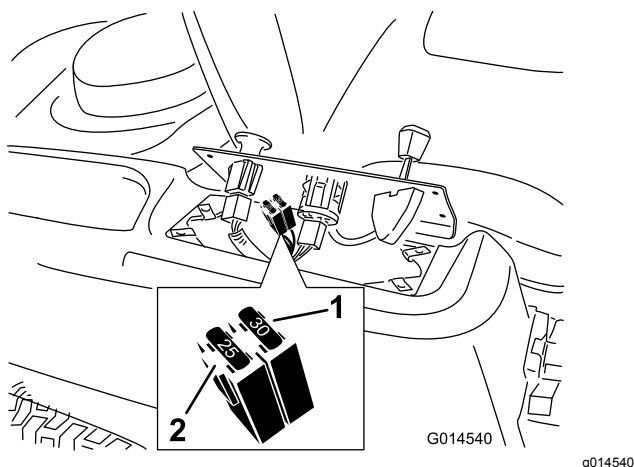

Рисунок 50
2. Поднимите панель управления для получения доступа к главному жгуту проводов и блоку предохранителей (**Рисунок 50**).
3. Чтобы заменить предохранитель, вытяните его из разъема (**Рисунок 50**).